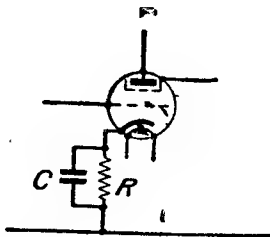

Рис. 1
Отрицательное автоматическое смещение, как известно, получается за счет падения напряжения в сопротивлении  $R$  (рис. 1), величина которого в усилителе высокой частоты обычно берется около  $300 \Omega$ . Следовательно, емкость шунтирующего это сопротивление конденсатора  $C$  должна обладать сопротивлением току высокой частоты не более
1. Отрицательное смещение в каскадах усиления низкой частоты получается обычно помощью сопротивления  $R$  (рис. 1) величиной около  $800 \Omega$ ; емкость конденсатора  $C$ , шунтирующего это сопротивление, должна быть согласно сказанному